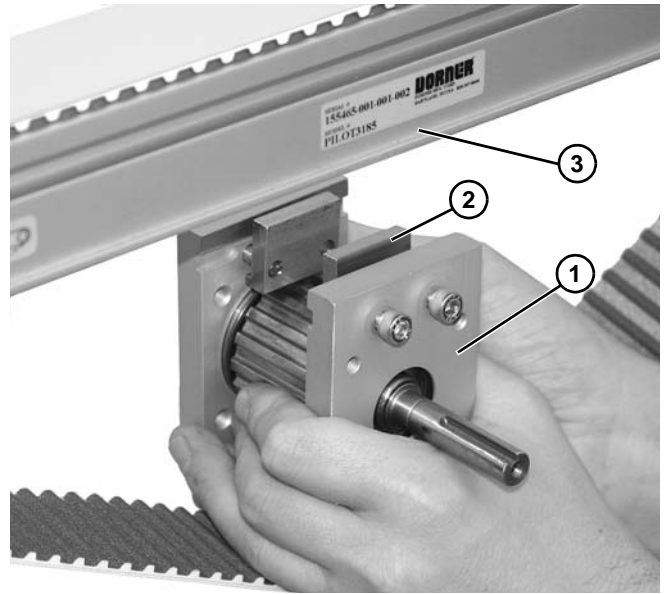

Figura 88
7. Suba el bloque de agarre de seguimiento (Figura 88, artículo 2) del conjunto del husillo central (Figura 88, artículo 1) del canal del transportador (Figura 88, artículo 3) en cada lado del armazón del transportador.